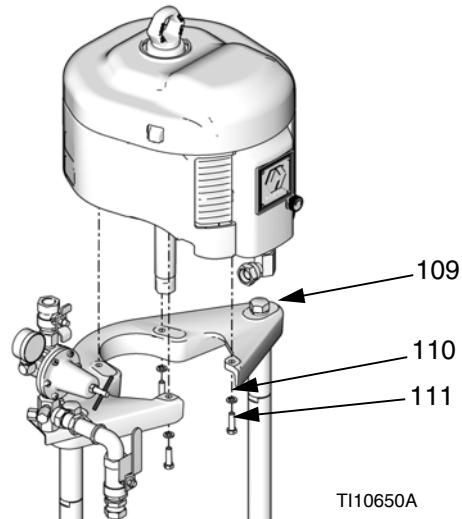

Рис. 26
- b. Для **NXT с опорной емкостью меньшего размера**: Если двигатель был снят, затяните установочные винты (111) и шайбы (110) на монтажном кронштейне (109). См. Рис. 26, стр. 22.
1. С помощью соответствующего подъемного устройства, прикрепите двигатель к монтажной пластине (109) с помощью винтов (111) и шайб (110). См. Рис. 26, стр. 22.